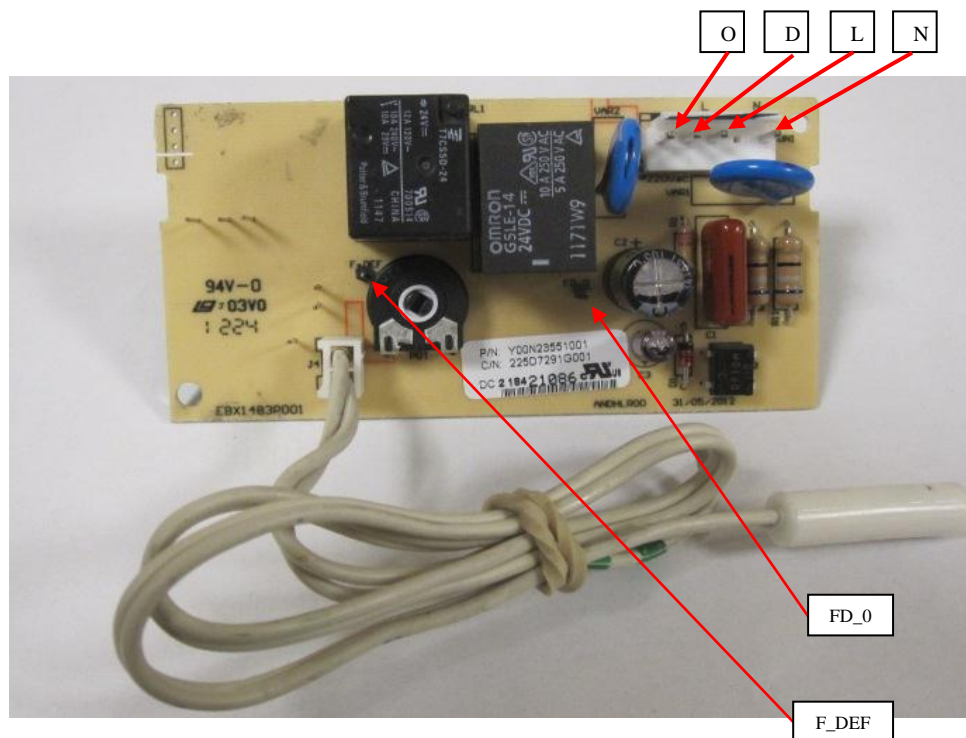

Figura 7.- Pines para forzar Deshielo.
- 3.2.- Hacer un puente entre los pines de F_DEF y FD_0. Ver Figura 7.
Para llevar a cabo la rutina de servicio, se deberá hacer un corto circuito entre los pines F_DEF y FD_0 como lo indica la Figura 7, mientras el control esté en energizado.